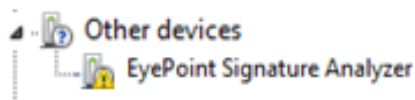

Рисунок 1. Отображение устройств в диспетчере устройств
5. После подключения устройства запустится автоматический поиск драйверов, который, завершится неудачей. Для установки драйверов найдите в «Диспетчере устройств» раздел «Другие устройства», в нем должно быть одно устройство EyePoint Signature Analyzer (Рисунок 1).